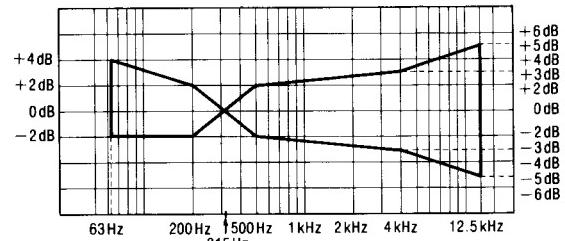

Abb. 2
- Überprüfen, ob der Frequenzgang innerhalb des in Abb. 2 für den linken und rechten Kanal gezeigten Bereichs liegt.